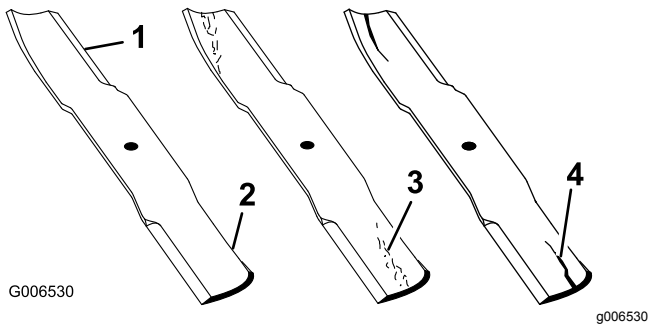

Figure 46
- Examinez le tranchant des lames (Figure 46).
- Remplacez immédiatement toute lame fendue, usée ou qui présente une entaille sur cette partie (Figure 46).